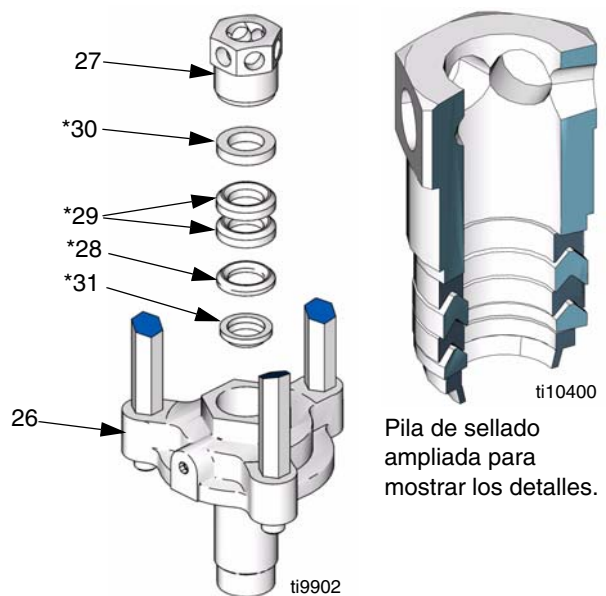

FIG. 24
12. Retire la tuerca hexagonal (27) de la brida de montaje (26). Retire el prensaestopas hembra (30*), las dos empaquetaduras de PTFE (29*), el prensaestopas macho (28*) y frotador (31*). Inspeccione todas las piezas en busca de daños. Vea FIG. 24.